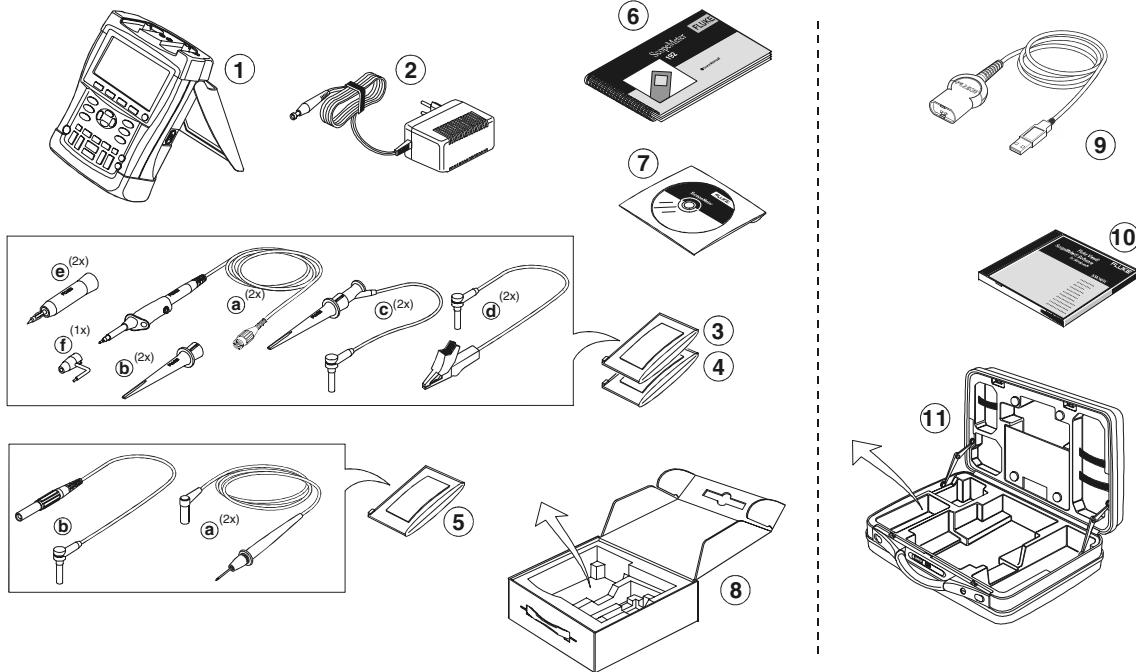

图 1. ScopeMeter 测试仪套件箱
- 不要从地表连接地线（如图 1，项目 f）至峰值高于 **42 伏特 (30 Vrms)** 的电压。